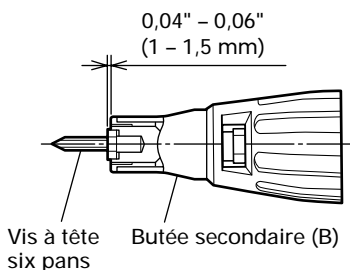

Fig. 4
(1) Pour vis à tête à six pans (Fig. 4)